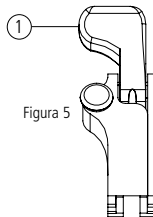

Figura 5
- A alavanca (1) deve ficar posicionada para cima, conforme está ilustrado na Figura 5.